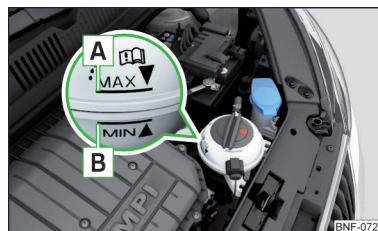

Fig. 140
Verificarea nivelului lichidului de răcire - lichidul de răcire trebuie să se situeze între marcasele **A** și **B** » fig. 140. Dacă nivelul lichidului de răcire se află sub marcajul **B**, completați cu lichid de răcire.
Specificația lichidului de răcire este menționată pe vasul de expansiune a lichidului de răcire » fig. 140.
- Nu adăugați lichid de răcire deasupra marcatului **A** » fig. 140. Lichidul de răcire ar putea fi scos din sistemul de răcire atunci când se înfierbântă - pericol de avariere a componentelor din compartimentul motor.